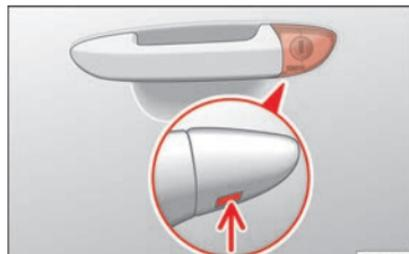

Fig. 3 Poignée de la porte du conducteur : barillet de serrure caché.
- Introduisez le panneton dans l'ouverture du cache de la poignée de la porte du conducteur depuis le bas » fig. 3 (flèche) et retirez le cache vers le haut.